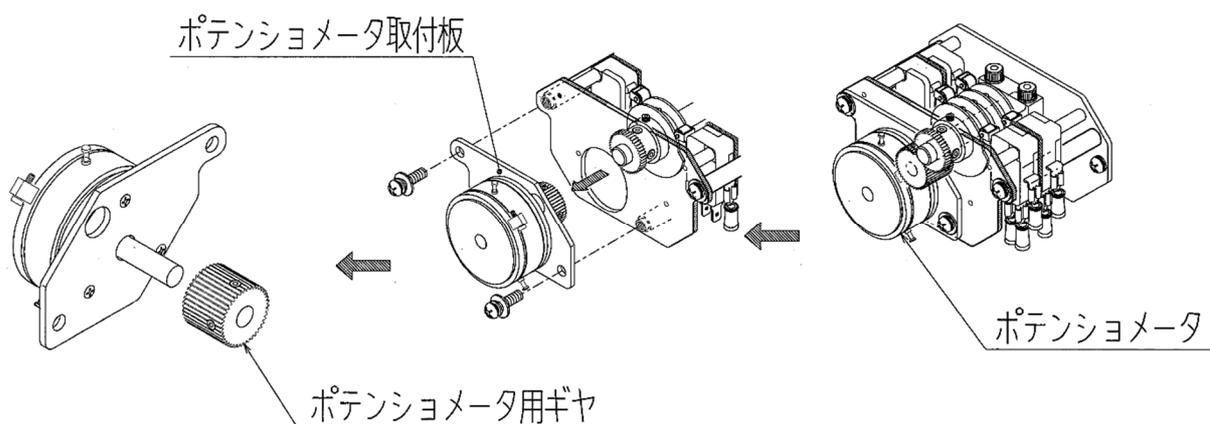

図9：ポテンシオメータの取り外し
- ⑤RM端子に(+)、WM端子に(−)をテスタ(電圧レンジ)にてあて、電圧値を測定、記録します。
- ⑥ポテンシオメータ本体の3端子に接続されているリード線色と端子番号を記録します。
- ⑦ポテンシオメータの端子付近からリード線を切断します。
- ⑧ポテンシオメータ取付板を取り外します。(図9参照)
- ⑨ポテンシオメータに付いているギヤを外し、ポテンシオメータを取付板から取り外します。